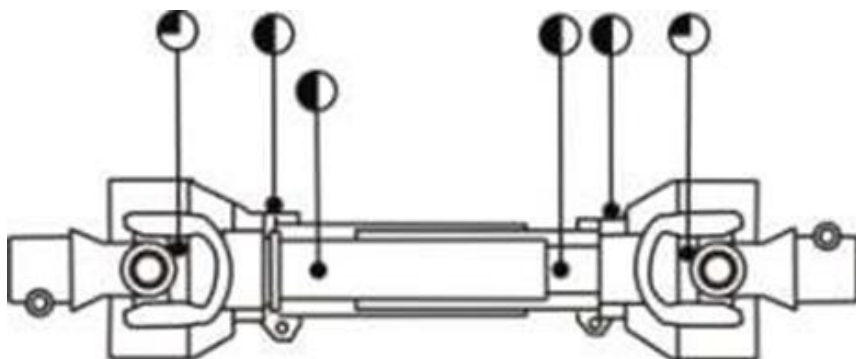

Рисунок 8 – Места смазки карданного вала
* – согласно рис. 8,9 и табл. 5